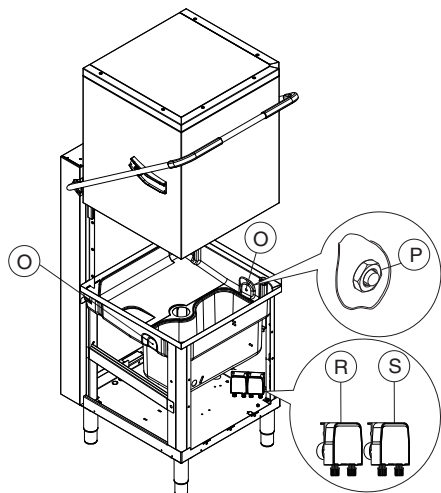

Figure 16 Prédisposition doseurs automatiques
1. Lave-vaisselle avec doseur de détergent incorporé (Figure 16).
2. Lave-vaisselle avec doseur de liquide de rinçage incorporé (Figure 16).
Prédisposition pour doseur automatique de produit lessiviel (Figure 16)